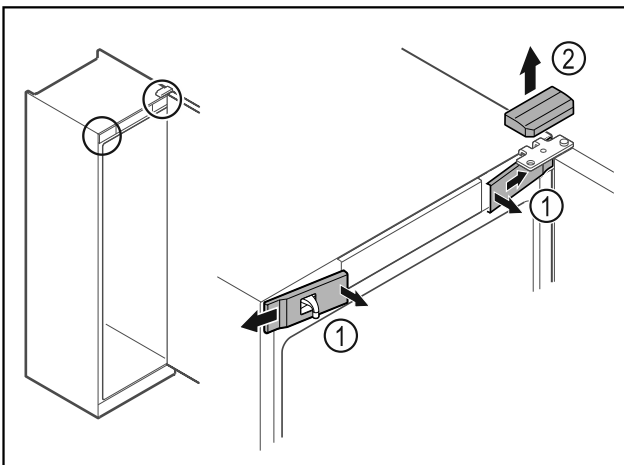

Fig. 5
- ▶ Vordere Abdeckungen *Fig. 5 (1)* innen ausrasten und zur Seite abnehmen.
- ▶ Obere Abdeckung *Fig. 5 (2)* nach oben abnehmen.